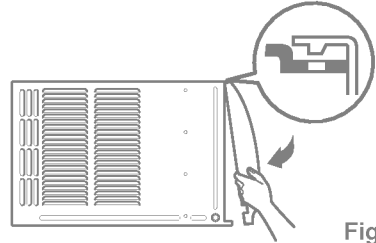

Fig. 10
- Fixez la grille avant au boîtier en en insérant les languettes de la grille dans les encoches situées à l'avant du boîtier. Poussez la grille jusqu'à ce que vous l'entendiez cliquer en place. (Voyez la fig.10)